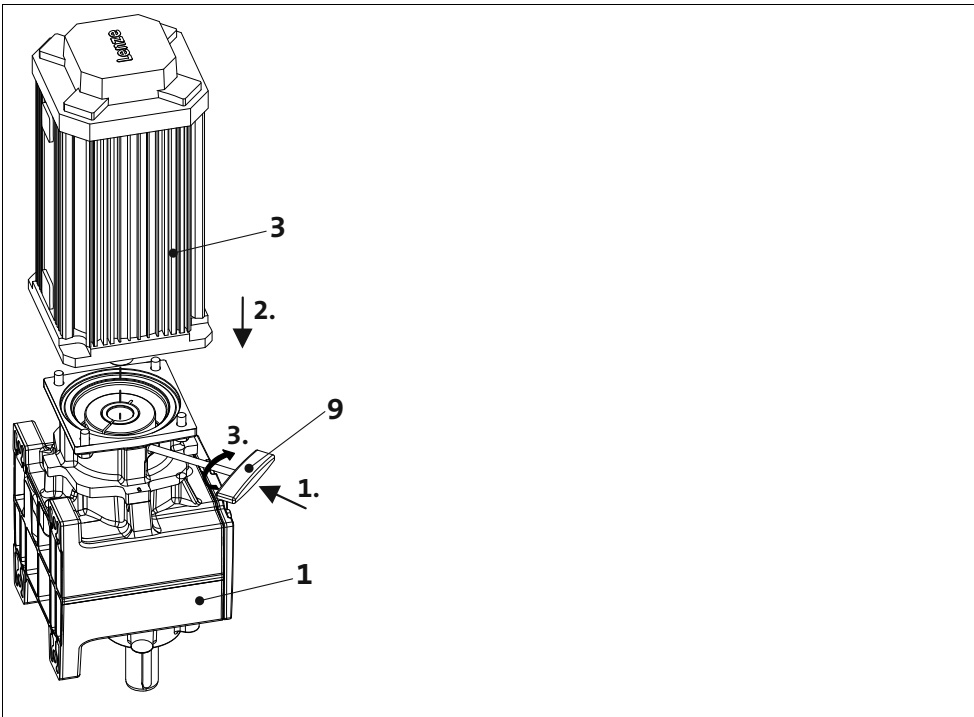

Abb. 6 Montage Motor und Getriebe
4. Anschließend Sechskantschlüssel (9) in die Klemmschraube (8) des Klemmrings (7) einführen und dort stecken lassen (Abb. 6). Die Klemmschraube (8) darf nur so fest angezogen sein, dass sich der Klemmring (7) gerade nicht verschiebt aber die Welle noch nicht zusammengezogen wird!